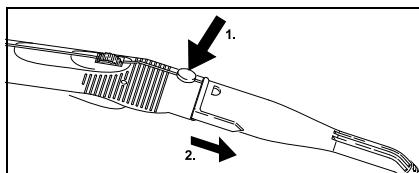

Abb. 9
- Zum Trennen der Zubehörteile die Entriegelungstaste (C2 bzw.G2) drücken und die Teile auseinander ziehen (siehe Abb. 9).